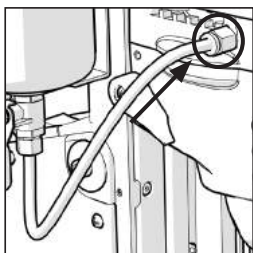

Fig. 3a
**Avvertenza:** Per scollegare il tubo di erogazione dal connettore rapido **(Abb.3a)** spingere la ghiera verso il raccordo in ottone ed estrarre il tubo.